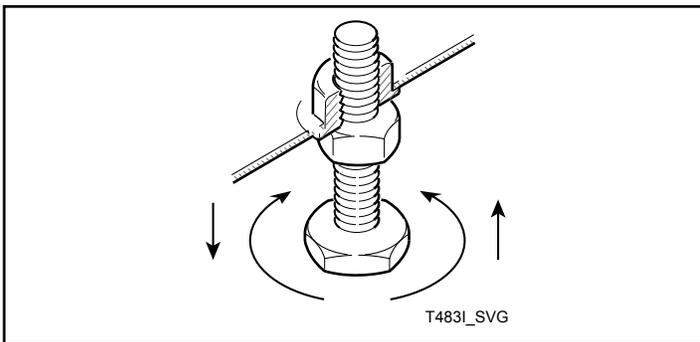

図 3
5. タンブラー乾燥機を常置場所にスライドさせます。装置が水平になるか、前方の高さが 3.3 mm [0.13 インチ] 以下になるまで水平調整脚を調節します。図3を参照してください。タンブラー乾燥機を振動させないこと。